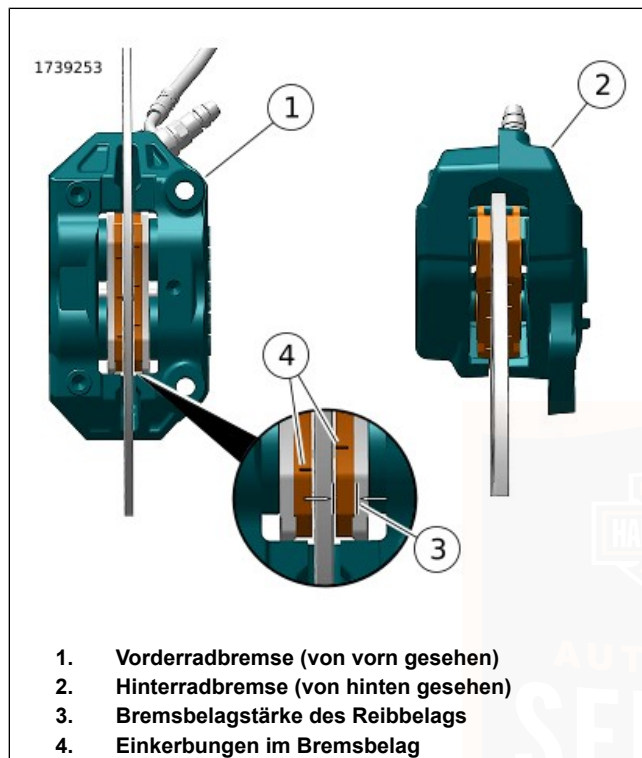

Abbildung 99. Reibmaterial des Bremsbelags
1. Siehe Abbildung 99 . Die Bremsscheibe prüfen, wenn diese gedreht wird. Die Scheibe muss schlagfrei im Bremssattel laufen.